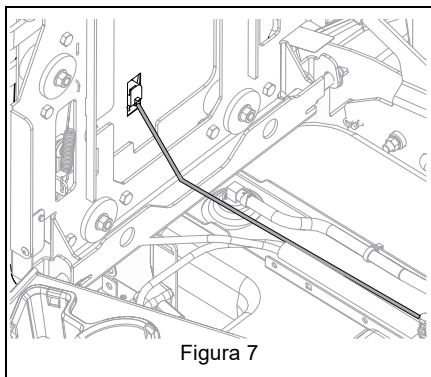

Figura 7
2. Conectar el cable de presencia del operario. Consulte Figura 7.